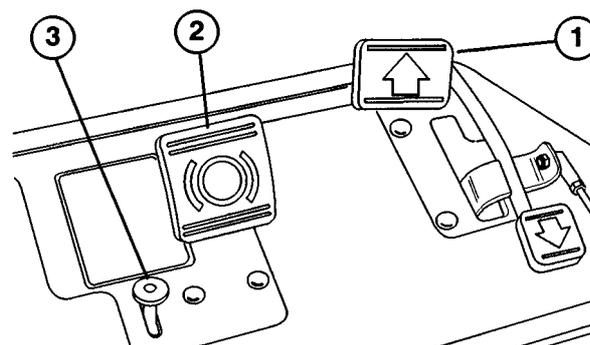
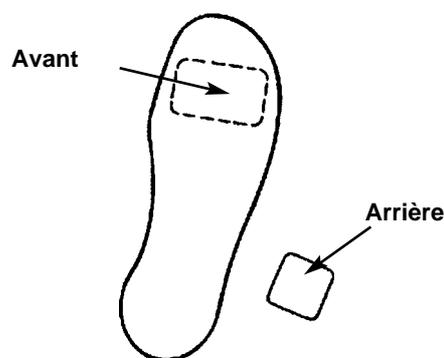

Figure 7
Figure 8
**Pédale de déplacement** (Fig. 7)—Trois fonctions: commande 1) la marche avant, 2) la marche arrière et 3) l'arrêt de la machine. Appuyer sur le haut de la pédale pour avancer ou sur le bas de la pédale pour reculer, ou pour faciliter l'arrêt en marche avant. Laisser revenir la pédale à la position centrale (point mort) pour arrêter la machine. Ne pas garder le talon appuyé sur le bas de la pédale (marche arrière) lorsque la machine fonctionne en marche avant (Fig. 8).
**Pédale de frein** (Fig. 7)—Elle actionne un frein mécanique à tambour de type automobile situé sur chaque roue motrice.
**Bouton du frein de stationnement** (Fig. 7)—Appuyer sur la pédale de frein pour actionner l'ensemble de freinage, puis appuyer sur le petit bouton indiqué, pour maintenir les freins en mode de stationnement. Pour desserrer le frein de stationnement, appuyer sur la pédale de frein. Prendre l'habitude de bloquer le frein de stationnement avant de quitter la machine.